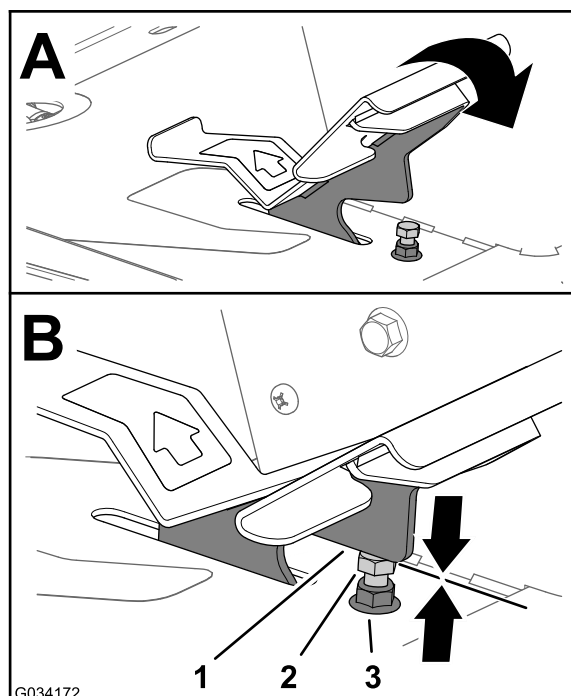
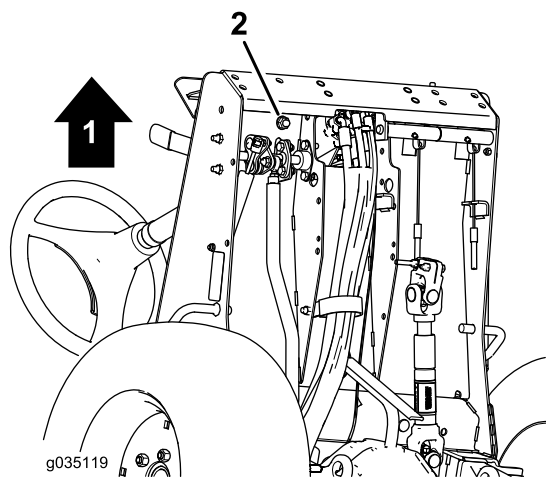

Figure 80
Figure 81
1. Poussez complètement la pédale de déplacement en avant (Figure 80).
- A. Bloquez la butée de la pédale de déplacement (Figure 80) avec une clé.
- B. Desserrez l'écrou de blocage au bas du repose-pied (Figure 81).
- C. Poussez complètement la pédale de déplacement en position avant (Figure 80).
- D. Tout en maintenant la butée de la pédale de déplacement, réglez l'écrou de blocage situé au-dessus du repose-pied (Figure 80) jusqu'à ce que la pédale touche la butée.
- F. Tout en maintenant la butée de la pédale de déplacement, serrez l'écrou de blocage au bas du repose-pied (Figure 80 et Figure 81) à un couple de 37 à 45 N m.